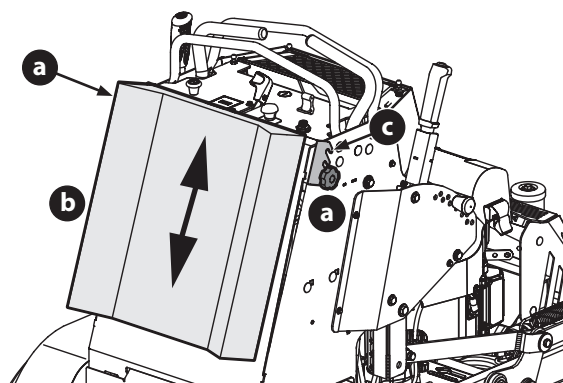

Fig. 6
1. Desserrez les deux boutons en étoile (a) qui fixent le repose-jambes (b) à la tondeuse (Fig. 6).
3. Repositionnez le repose-jambes dans l'une des trois positions de hauteur (c) (Fig. 6).